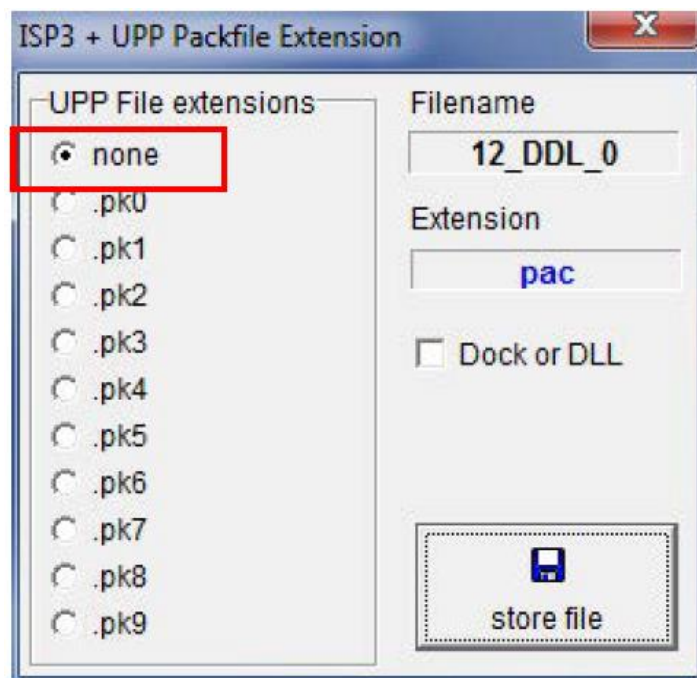

Рисунок 14
3.13 Во всплывающем окне «ISP3+UPP Packfile Extension», вы можете выбрать предпочитаемый канал, активировав переключатель рядом с ним (рисунок 14).